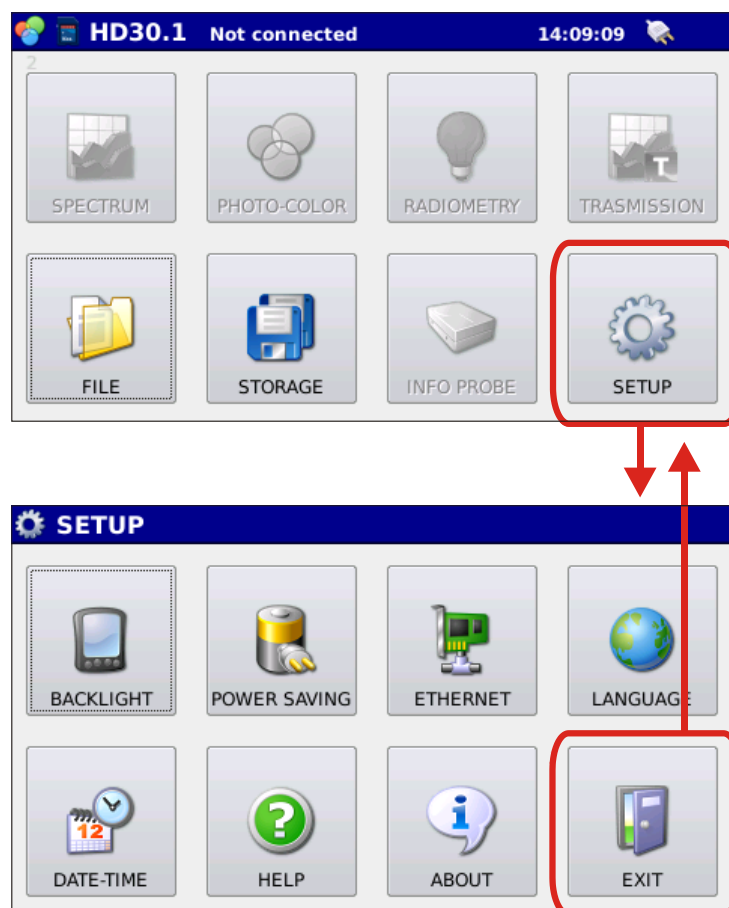

Figura 6.1: Pagina di configurazione dello strumento HD30.1
Premendo il tasto  nella pagina principale, si accede alla pagina di configurazione dello strumento HD30.1 (figura 6.1), per uscire dal menu SETUP premere il tasto .
6.8  **EXIT.** Premendo il tasto Exit si ritorna alla pagina principale (Figura 6.1)